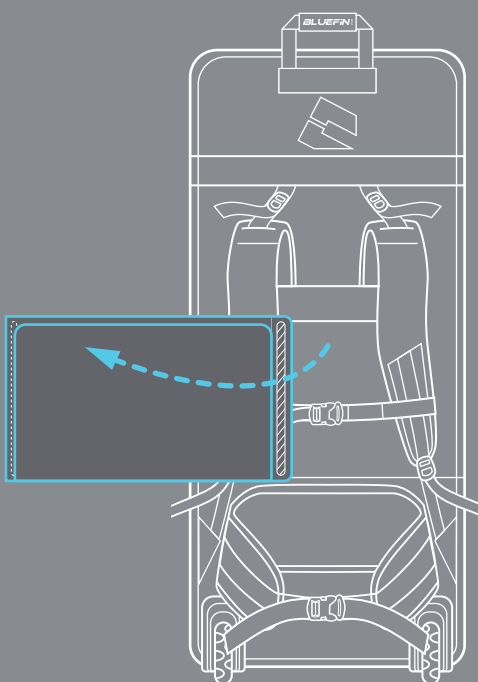

Abbildung 2.
- Hebe die Klettverschlusslasche (Abbildung 1) an und löse den mittleren Teil der Polsterung, um die Gurtabdeckung herauszuziehen. **Abbildung 2**